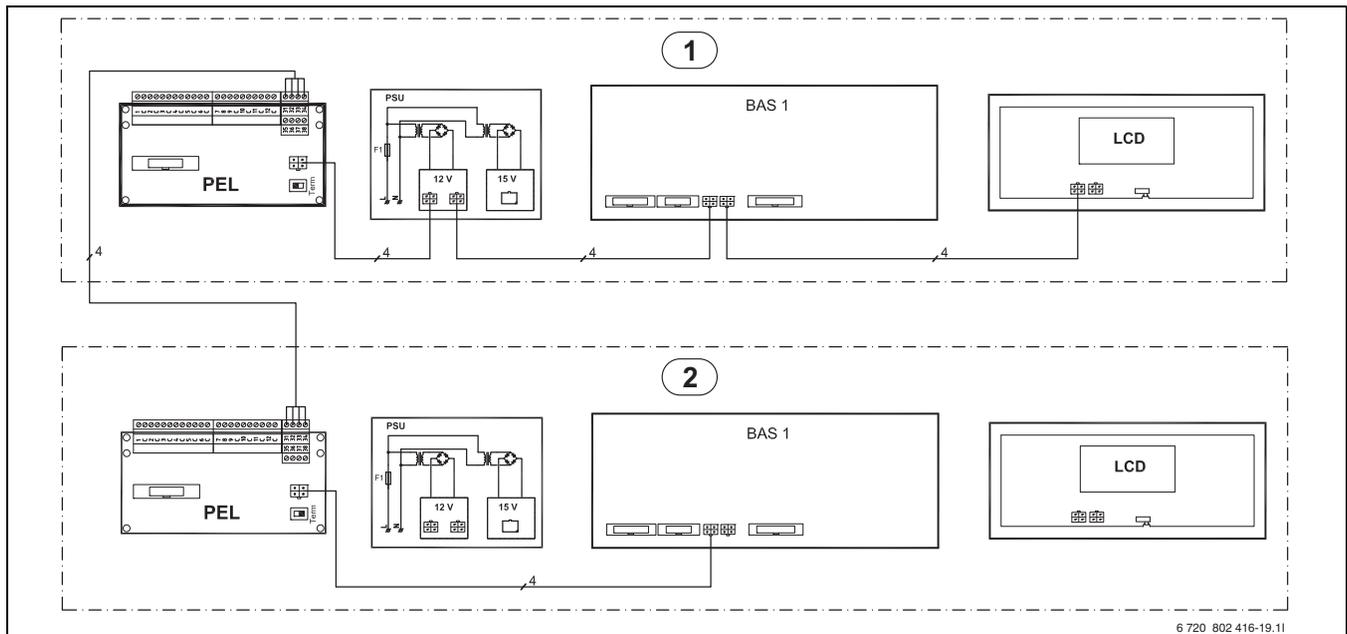

Bild 64 CAN-BUS-Übersicht mit zwei Wärmepumpen (6–17 kW)
**i** PSU- und LCD-Karte (→Bild 64) der Wärmepumpe 2 sind werksseitig angeschlossen. Diese Anschlüsse bei Kaskadenschaltung trennen und nicht verwenden.